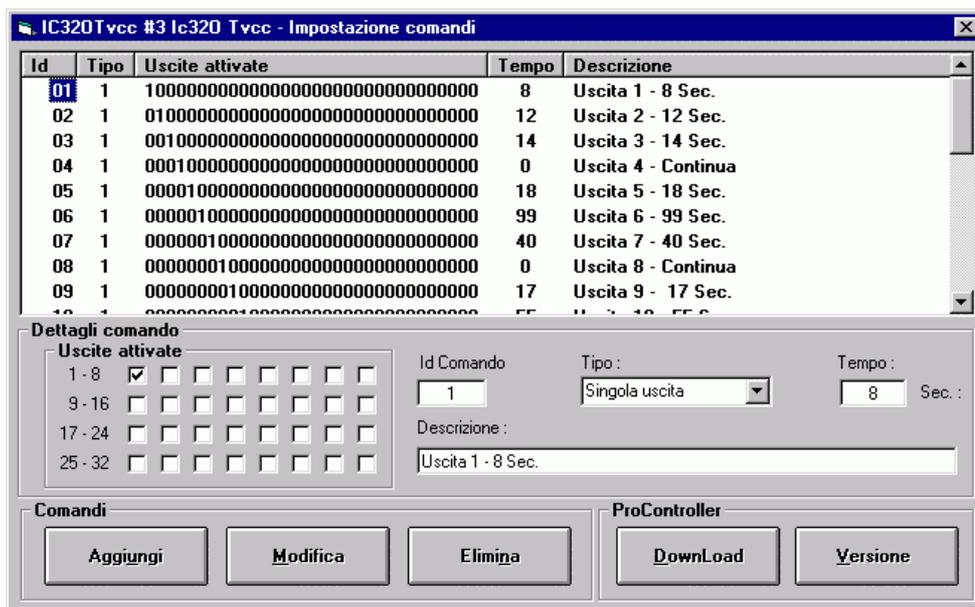

Figura 3.8 – MapsConf32N: finestra Impostazione comandi (dettagli IC320Tvcc)
La pressione del pulsante **Dettagli**, dopo aver selezionato una centrale dalla casella **Centrali**, porta all'apertura di una finestra di configurazione in dettaglio relativa alla centrale selezionata. L'aspetto di tale finestra è estremamente diverso, a seconda del tipo di centrale selezionata ed anche le informazioni da inserire. Se ne riporta un esempio grafico in Figura 3.8, relativamente al caso di una scheda di interfaccia per matrice video di tipo IC32OTvcc. La descrizione di questa configurazione in dettaglio va al di là degli scopi di questo manuale.
- facendo clic sul pulsante Dettagli, dopo aver selezionato una centrale dalla casella **Centrali**, si ottiene l'apertura di una finestra di configurazione in dettaglio, relativa alla centrale selezionata. L'aspetto di tale finestra è estremamente diverso, a seconda del tipo di centrale selezionata. La descrizione della configurazione in dettaglio va al di là degli scopi di questo manuale. Se ne riporta, a puro titolo d'esempio, in Figura 3.8, l'aspetto grafico assunto nel caso di una scheda di interfaccia per matrice video del tipo IC32OTvcc.